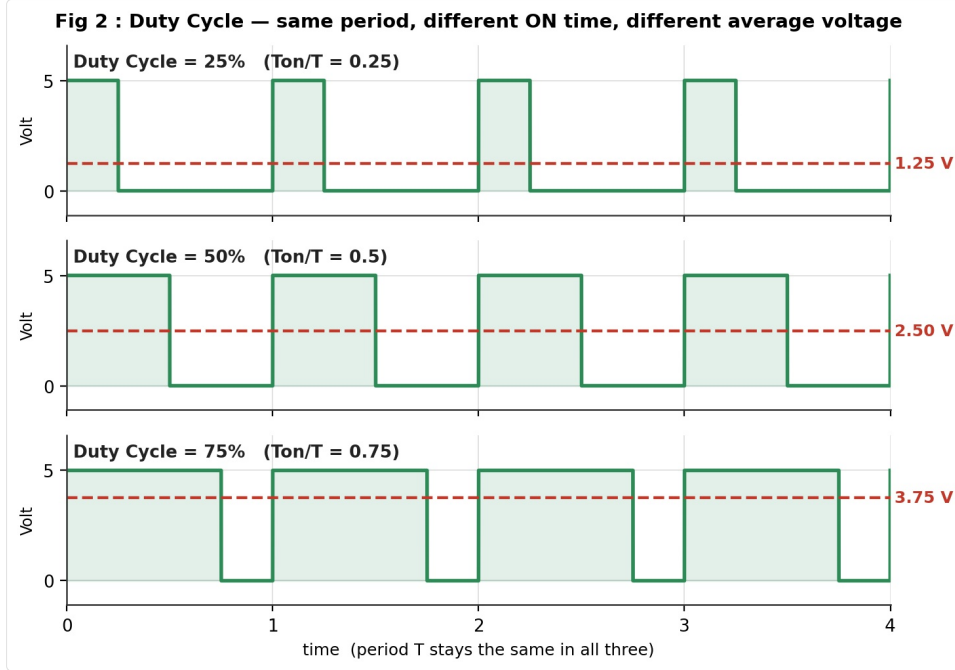
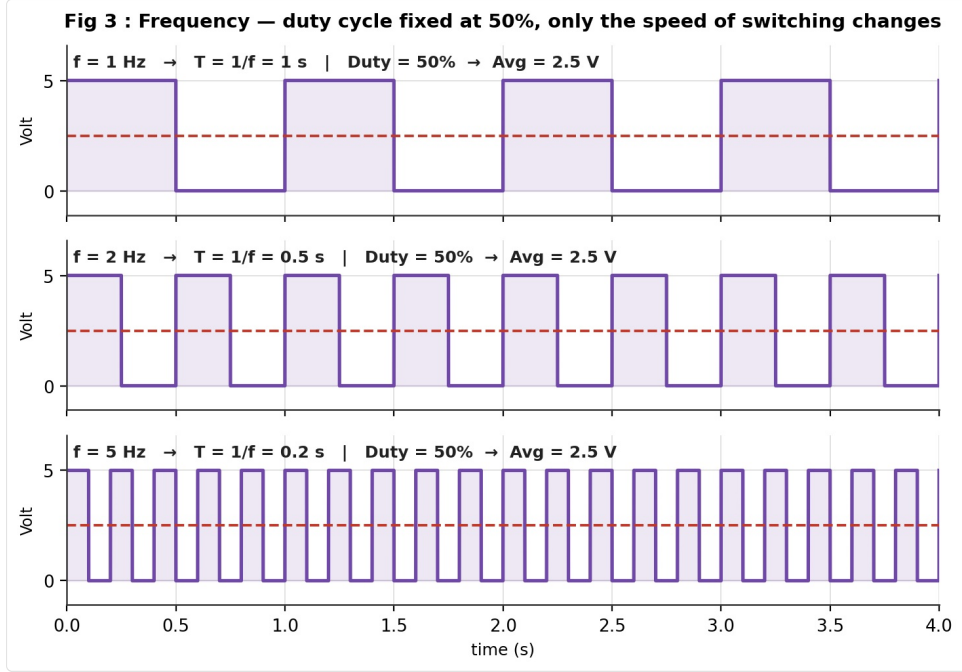

Fig 2 — তিনটি ক্ষেত্রেই পর্যায়কাল T এক, শুধু ON থাকার সময় আলাদা, তাই গড় ভোল্টেজও আলাদা।
Fig 3 — ডিউটি সাইকেল তিনটিতেই ৫০%, শুধু সুইচিংয়ের গতি আলাদা। গড় ভোল্টেজ তাই একই থাকছে।
- ৪। PWM সিগন্যালের গুরুত্বপূর্ণ প্যারামিটার (Fig 2, Fig 3)